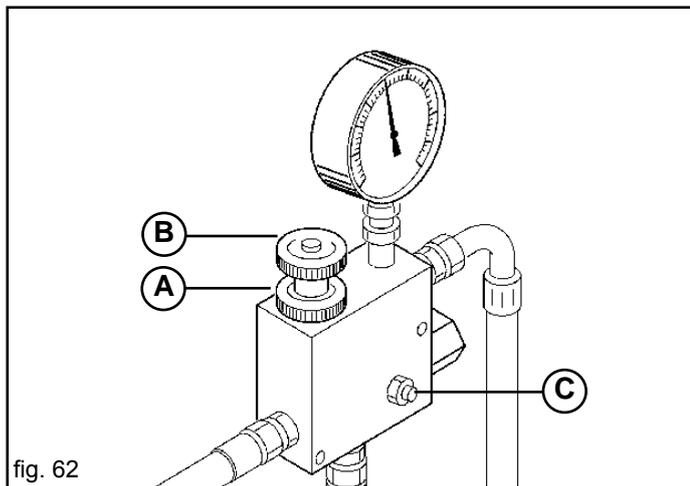

fig. 62
Sólo cuando el aceite alcanza una temperatura ideal y la velocidad sea estable, es posible regular la presión. Si el equipo se usa con diferentes tractores y, por consiguiente, con diferentes distribuidores y aceites, hay que repetir el procedimiento de regulación para cada tractor. En los tractores con bomba de caudal variable (circuito hidráulico cerrado), equipados con regulador del caudal de aceite, hay que abrir por completo el regulador de tres vías (B Fig. 62) y, comenzando con poco caudal de aceite, abrir gradualmente el regulador interior del circuito del tractor hasta alcanzar la presión deseada, indicada por el manómetro (C Fig. 61).
Se es necesario aumentar incrementar el número de revoluciones de la toma para la distribución de semillas mayor, moviendo con prudencia y atención como sigue (Fig. 62):
- a) afloje la rosca de bloqueo (A Fig. 62);
- b) girar en sentido horario o antihorario el pomo (B) para disminuir o aumentar la presión y variando el número de revoluciones de la toma.
**Está prohibido variar la posición del tornillo sin cabeza (C Fig. 62), puede causar daños al sistema hidráulico con ruptura del motor, la bomba y del soplador.**